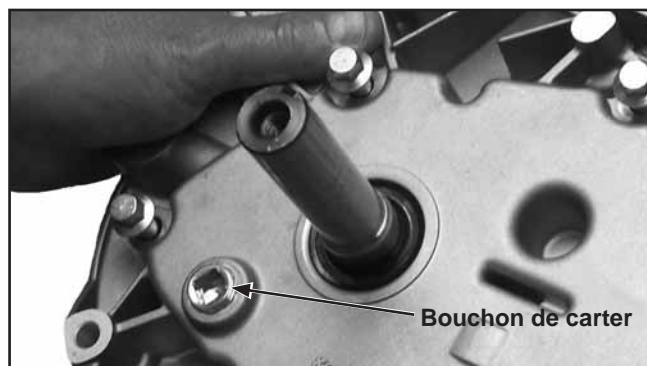

Figure 16. Bouchon du carter.
2. Retirez le bouchon du carter sur le dessous du moteur et vidangez l'huile dans un conteneur homologué. Voir la Figure 16.